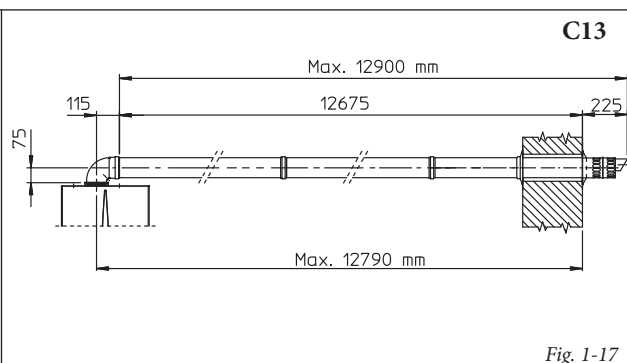

Fig. 1-17
- Prolunghe per kit orizzontale (Fig. 1-17). Il kit orizzontale di aspirazione-scarico Ø 60/100